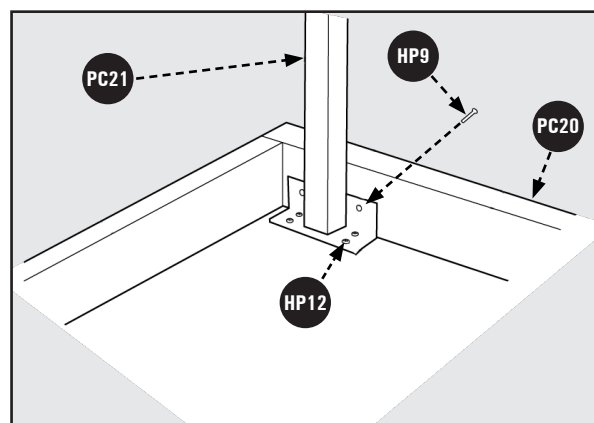

Figure 11
2. Positionnez les pieds de la table (PC21) dans l'angle comme indiqué sur la Figure 11. La paroi verticale de la plaque d'angle du pied doit être contre la paroi en bois de la table.